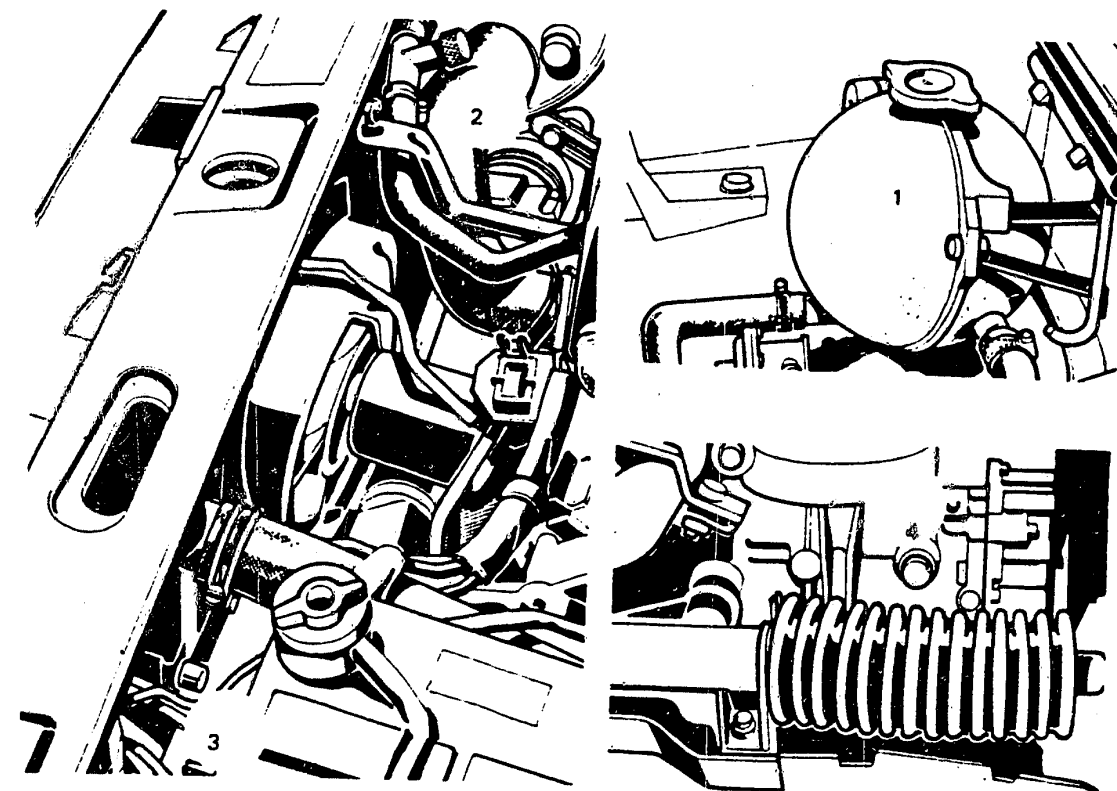

Bild 9 Elemente des Kühlsystems. 1 Expansionsgefäß – 2 Entlüfterschraube – 3 Verschlusszapfen des Kühlers – 4 Verschlusszapfen des Motors.
2.5.1 Entlüften des Kühlsystems (Bild 9)